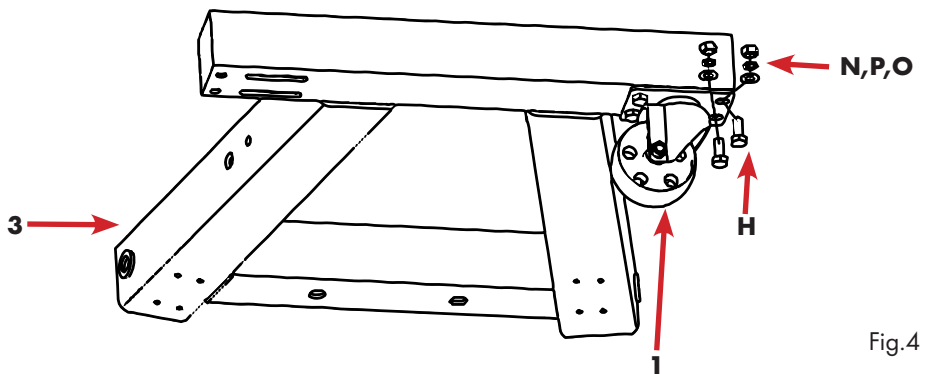

Fig.4
- Fije los rodillos grandes de 3,5" y 3" al soporte de π con tornillos, arandelas, anillos de resorte y tuercas sin apretar las tuercas, Fig. 4.
- Para ello, deslice los rodillos de 3,5" en los orificios largos de la barra transversal del soporte π , fig.4